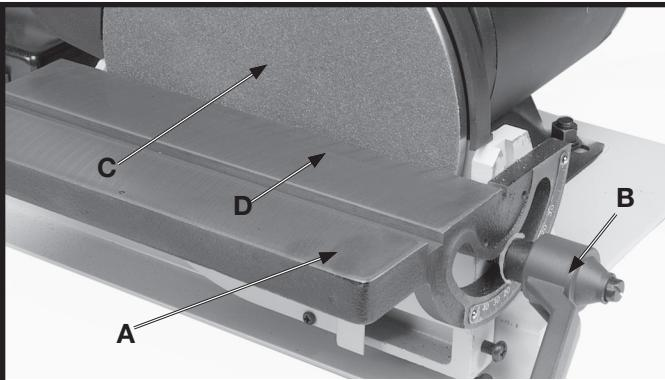

Fig. 28
La mesa de disco (A) Fig. 28 puede ser inclinada a 45 grados hacia arriba o abajo mediante el aflojado de la agarradera de cierre (B), inclinando la mesa, y apretando nuevamente la agarradera de cierre (B). AVISO: La agarradera de cierre (B) está accionada por resorte y puede ser colocada en distintas maneras tomando la agarradera (B) y colocándola sobre el gorrón de cierre dentado localizado debajo de la agarradera.
**ADVERTENCIA** Para evitar atrapar el material o los dedos entre la mesa y el disco de lijado, el disco de lijado (C) debe colocarse a un maximo de 1/16 de pulgada del borde de la mesa (D).